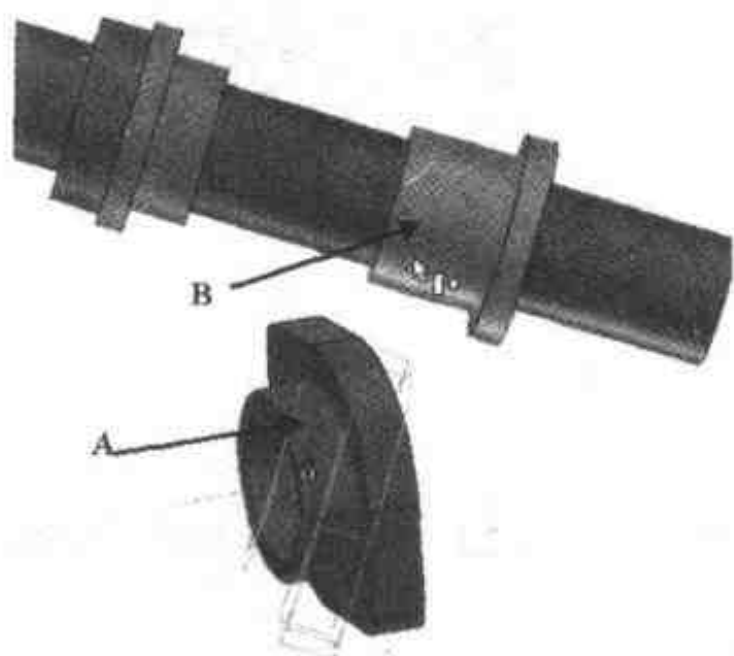

图 3.52 应用约束装配
- (1) 选择【文件】|【插入】|【零件/装配】命令，打开所附光盘的 score\example\jixie\3\换向机构密封管.ics 文件，单击【打开】按钮。
- (2) 单击【约束装配】按钮后，单击密封管的外表面(图 3.52 A)，光标如图 3.52 所示，然后单击密封垫的外圆表面(B)。